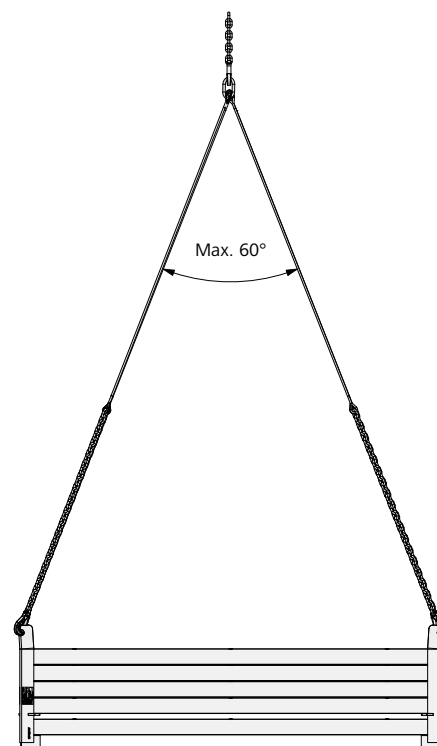

Abb. 49.4
- Der Spreizwinkel am Krangelänge darf 60° nicht überschreiten (Abb. 49.4).